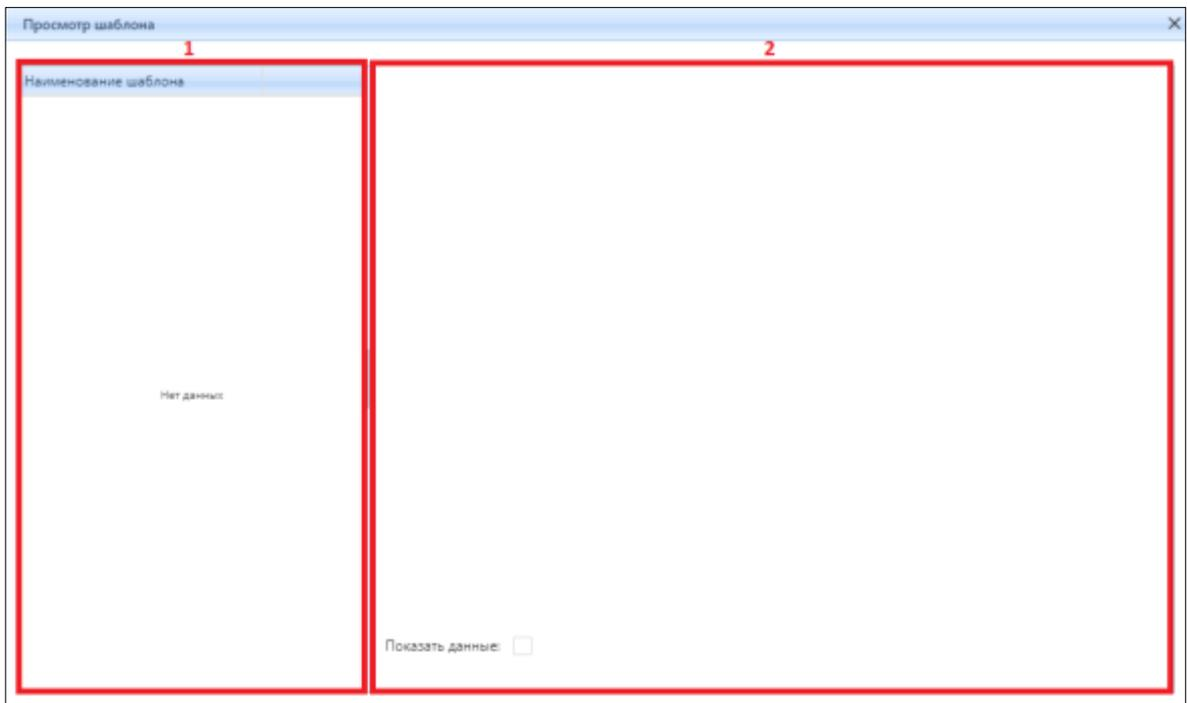

Рисунок 3.4.9 – Окно просмотра шаблона
выбирается нужный шаблон, а в окне справа появляется визуализация данных (2) (рис. 3.4.9).
– чек-бокс «Показать данные» (рис. 3.4.9) позволяет вывести таблицу с перечнем значений выбранного параметра;